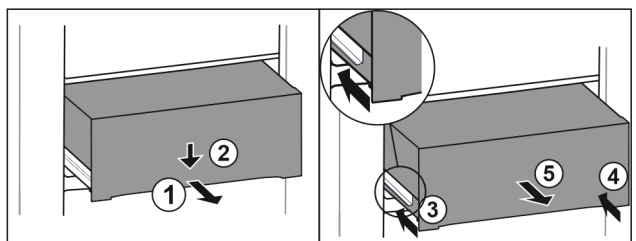

Fig. 140
- ▶ Húzza ki félig a fiókot. Fig. 140 (1)
- ▶ Nyomja le a fiók elülső oldalát. Fig. 140 (2)
- ▶ Tolja be a bal oldali sínt körülbelül 2 cm mértékben. Fig. 140 (3)
- ▶ Tolja be a jobb oldali sínt körülbelül 2 cm mértékben. Fig. 140 (4)
- ▶ Vegye ki a fiókot előre felé. Fig. 140 (5)